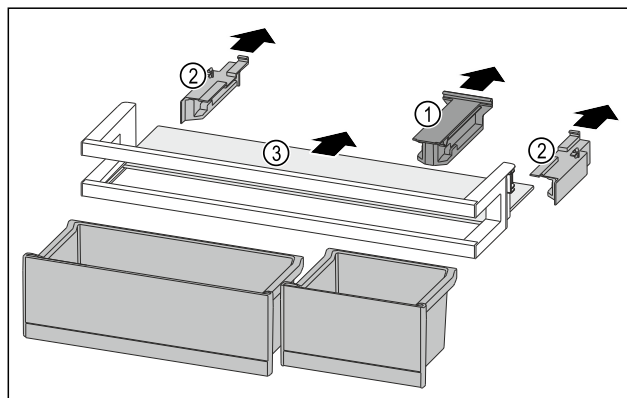

Fig. 186
- ▶ Desprindeți piesa de susținere Fig. 186 (1).
- ▶ Desprindeți piesele laterale Fig. 186 (2).
- ▶ Extrageți raftul Fig. 186 (3).